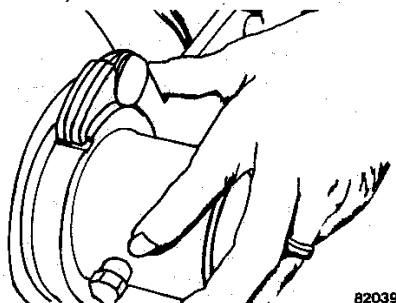

FIGURA 3-23. MONTAJE DE LA TUERCA DE SEGURIDAD
16. Instale la tuerca de seguridad en el conjunto del cabezal móvil y tapón y apriete firmemente. Esto apretará el anillo de goma en su lugar. (Consulte la Figura 3-23).